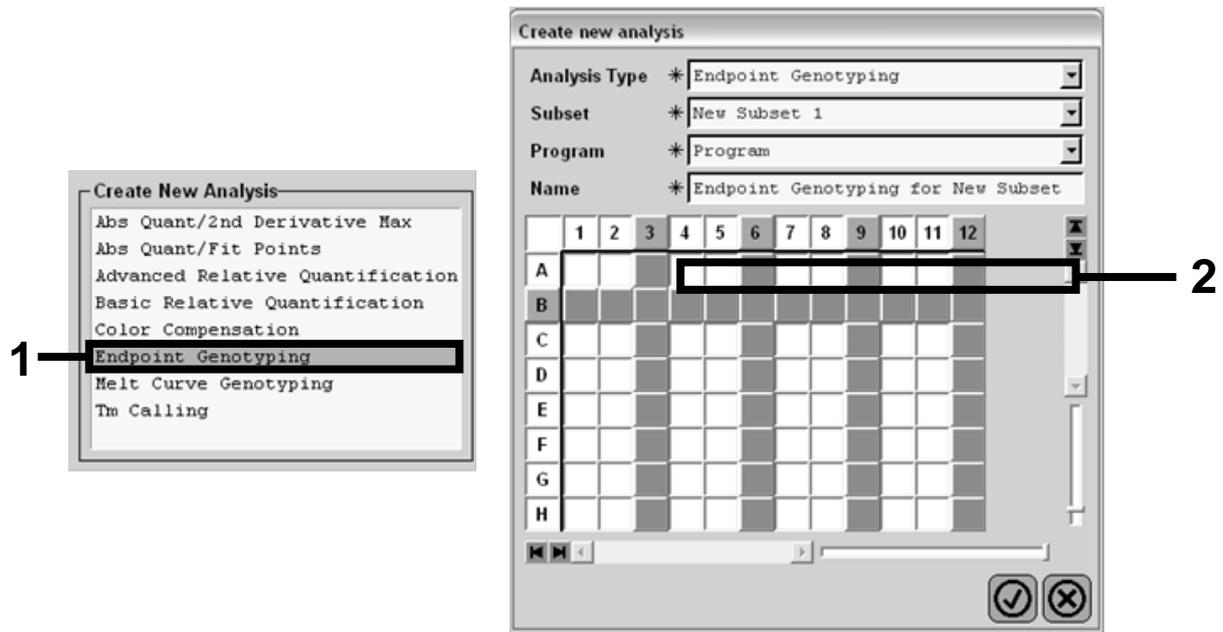

Ilustración 23. Selección del tipo y el subtipo de análisis que se va a realizar.
- En el cuadro de diálogo "Create New Analysis" (Crear nuevo análisis), seleccione "Endpoint Genotyping" (Genotipado de fase final) y, a continuación, seleccione el subtipo que vaya a analizarse en el menú "Subset" (Subtipo) (ilustración 23).